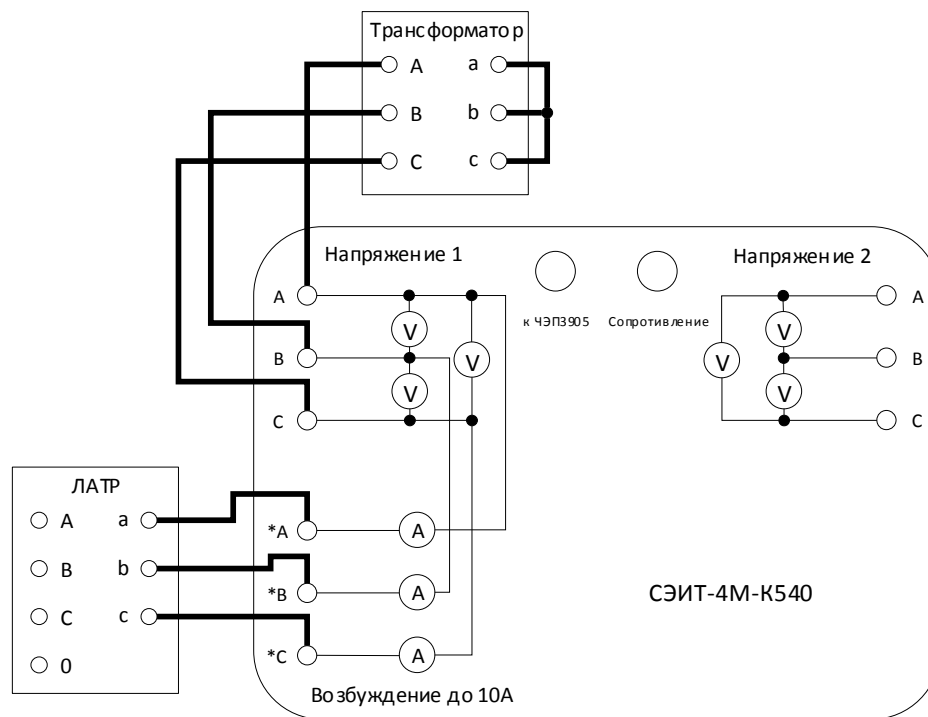

Рис. 18. Схема соединений для опыта КЗ
5.4.1. Для проведения опыта короткого замыкания необходимо собрать измерительную схему, представленную на рис. 18. Вводы обмотки НН испытываемого трансформатора соединяют накоротко, в вводы обмотки ВН подключают к клеммам ИВБ, как показано на рис. 18.